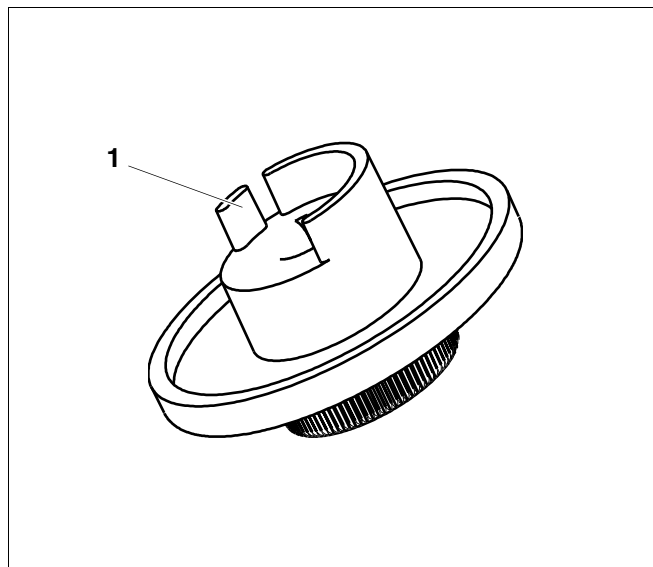

Fig. 4 Manopola di regolazione
- Rompere la camma di arresto (fig. 4, **pos. 1**).